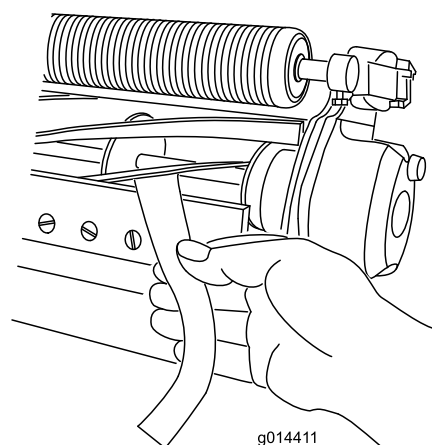

Figura 5
- Teste o desempenho de corte inserindo uma fita comprida de papel de desempenho de corte entre o cilindro e a lâmina de corte, perpendicular ao cilindro e à lâmina (Figura 5). Lentamente, rode o cilindro para a frente para cortar o papel.